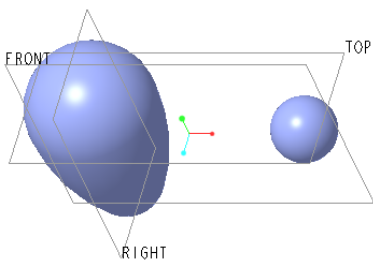

图 7-83 原始的两个面组
① 在“快速访问”工具栏中单击“打开”按钮，弹出“文件打开”对话框，选择配套范例文件“bc_7_bbs.prt”，然后单击“文件打开”对话框中的“打开”按钮。该文件中存在着图 7-83 的两个旋转面组。